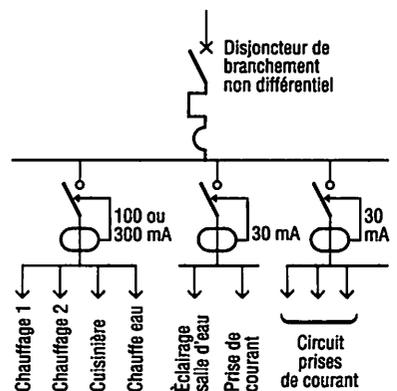

Fig. 12 : Disjoncteur général, non différentiel, mais tous les départs protégés par DR.
– Dans le cas où l'on doit protéger différents départs avec des dispositifs différentiels de différentes sensibilités on peut utiliser le schéma (fig. 12) qui évite la coupure générale de l'installation en cas de défaut.